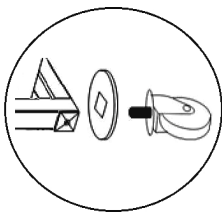

Fig. 3
5. Placer transportvognen på siden eller på arbejdspladen og fastgør dække til drejehjul. Derefter skrue fast 4 drejehjul til sideelementer (fig. 3).